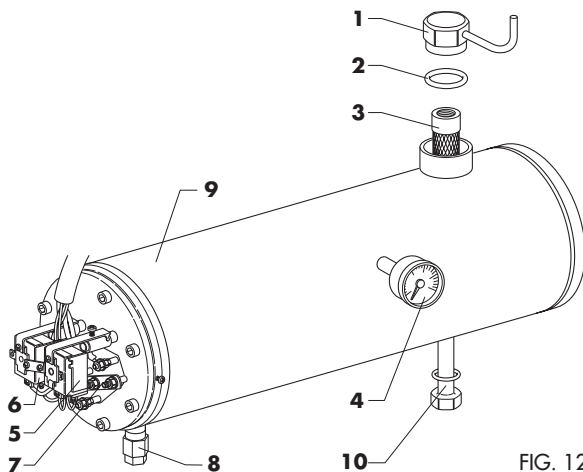

FIG. 12
Attraverso il termostato di minima, anch'esso incorporato nel preriscaldatore così come quella di massima (vedi fig. 12), si stabilisce la temperatura minima di consenso al funzionamento del bruciatore; questa temperatura viene fissata a circa $20 \pm 30^\circ\text{C}$ al di sotto di quella di massima e mai inferiore a 70°C .
- Pulire periodicamente il filtro serbatoio (vedi fig. 12). Usare gasolio o benzina ed avere cura di non rompere la reticella filtrante. Un filtro molto sporco provoca un abbassamento della pressione al gicleur pur rilevando al manometro montato in pompa una pressione normale.